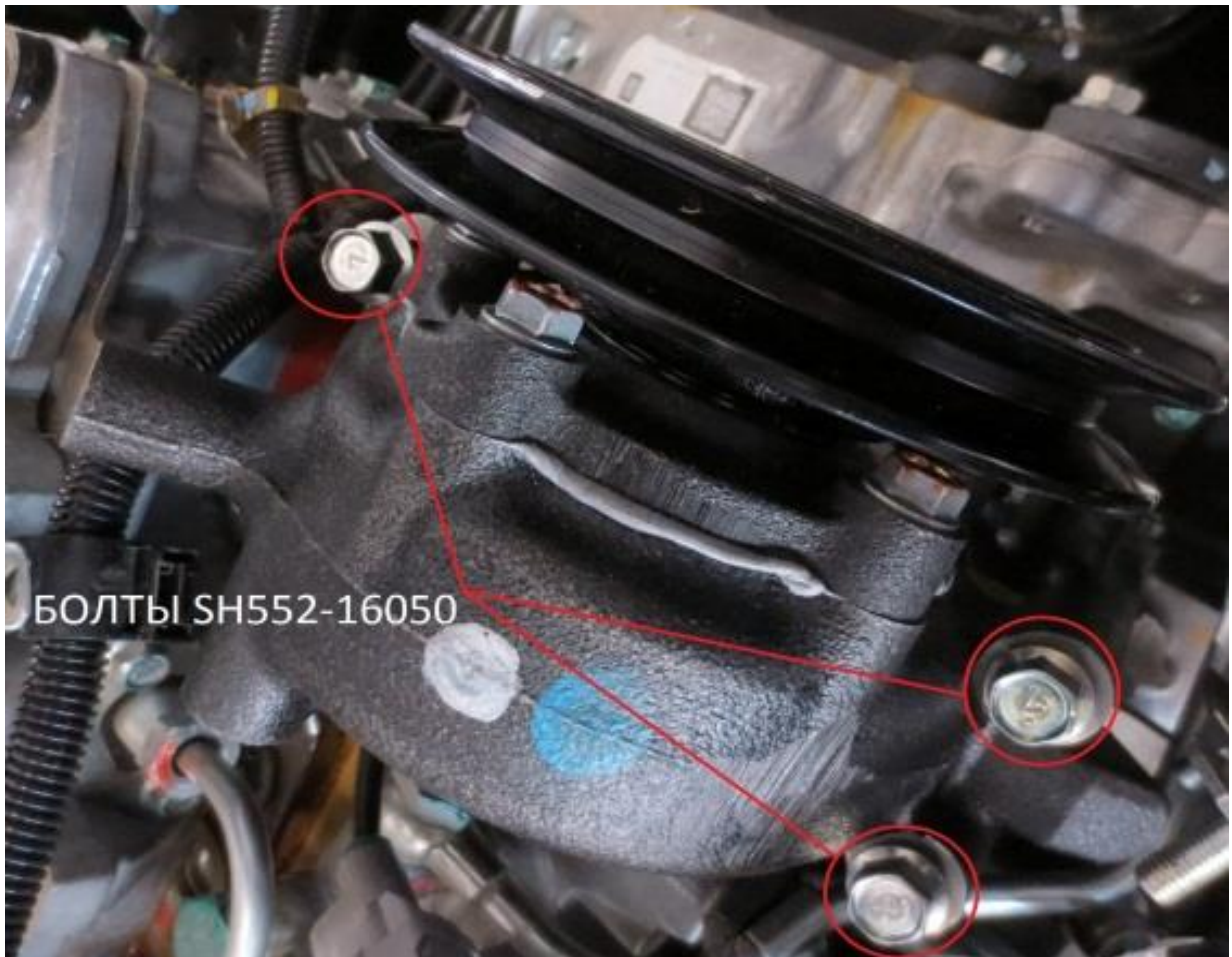

рис. 4
5. Установить MOM и зафиксировать его болтами (SH55216050, 4 шт.), момент затяжки 55Н·м (рис. 4).